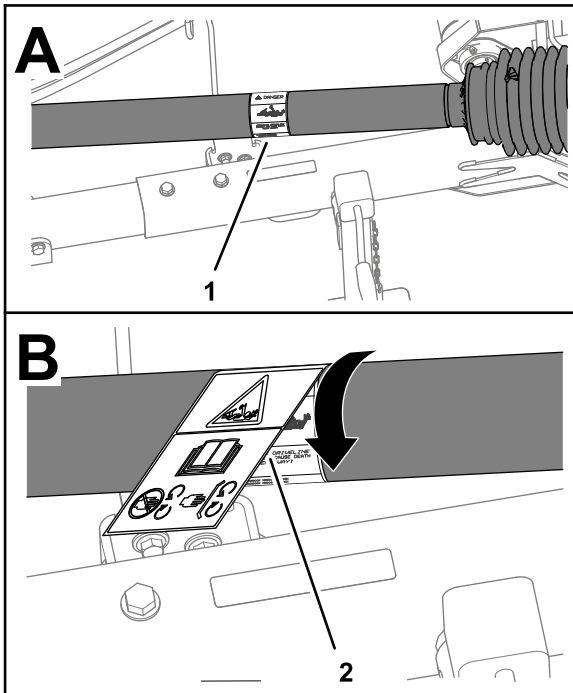

Bild 3
1. Drehen Sie den Wellenschutz, um Zugang zum vorhandenen Aufkleber für Einzugsgefahr zu erhalten (Bild 3.)
4. Platzieren Sie den CE-konformen Sicherheitsaufkleber für Einzugsgefahr über dem vorhandenen Aufkleber (Bild 3).